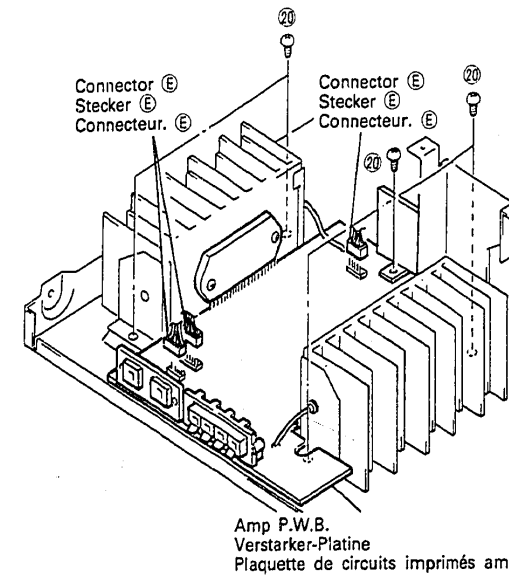

Fig. 18 Abb. 18
20. **Verstärker-Platine (Abb. 18)**
20. Plaquette de circuits imprimés ampli (Fig. 18)